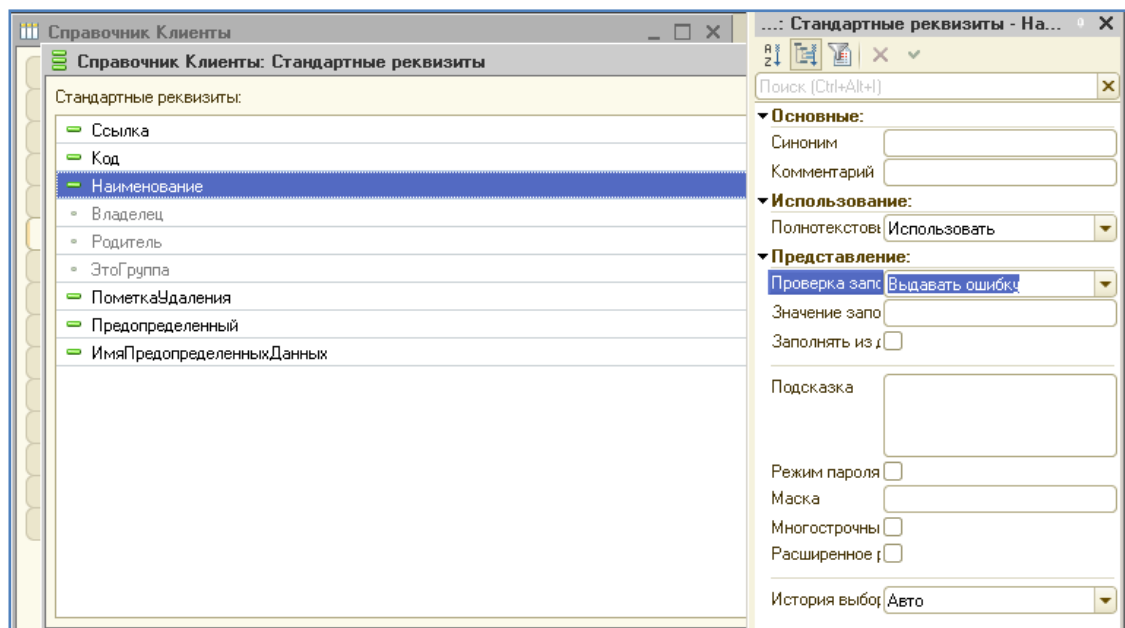

Рис. 6. Настройка свойств реквизитов справочника *Клиенты*
- 3) Выбрать пункт Свойства и установить в свойстве Проверка заполнения значение «Выдавать ошибку» (рис.6).